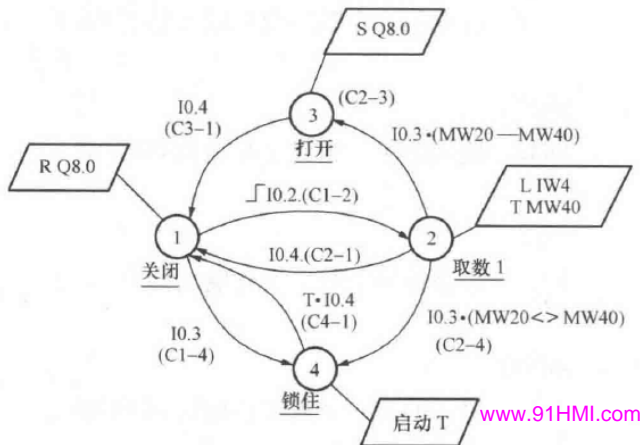

图 3-83 一个密码的保险箱系统的状态图
(2) 建立系统的状态图, 根据状态图利用 STL 实现。首先分析只有一个保险密码的情况, 一个密码的保险箱系统的状态图如图 3-83 所示。
说明: 图 3-83 中系统有 4 个状态: 状态 1 “关闭”、状态 2 “取数 1”、状态 3